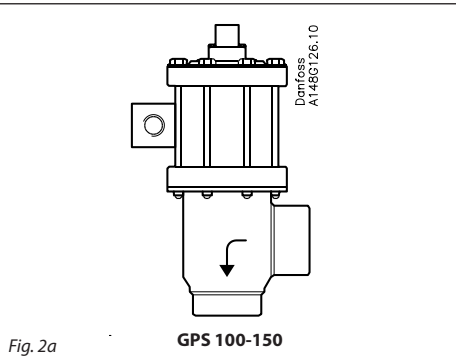
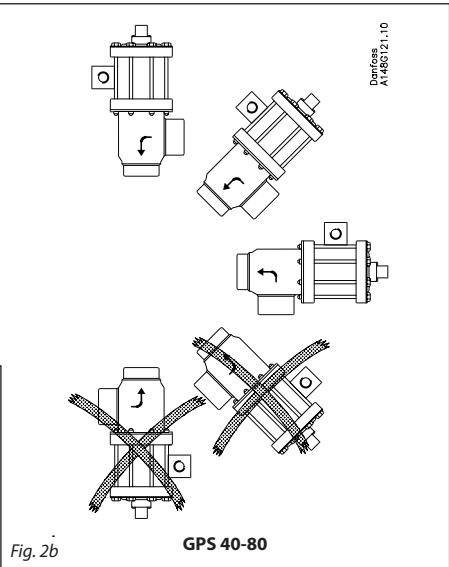

Fig. 2a
Fig. 2b
GPS valves in sizes DN 100 to DN 150 are always installed in vertical position fig. 2a.
GPS valves in other sizes are installed as shown in fig. 2b, i.e. in 90° from vertical position with pilot valve and side branch downwards. If there is welding slag and/or dirt in the system, it is strongly recommended to install strainers in connection with the GPS valve.
**IMPORTANT:** The flow direction must be from the side branch towards the cone (fig. 2a+2b).
GPS ventiler i størrelse DN 100 til DN 150 må kun monteres lodret fig. 2a. GPS ventiler i de øvrige størrelser monteres som vist i fig. 2b, d. v. s. i en position fra lodret til 90° fra lodret position med pilotventilen og sidestuds nedad. I rørsystemer med svejseprøjt og snavs anbefales det, at der installeres filtre i forbindelse med GPS ventilen. Der bør altid installeres filtre i rør, der leder til en magnetventil.
VIGTIGT: Strømningsretningen skal være fra sidestuds og ned mod keglen (fig. 2a+b).
Das GPS Ventil in Dimensionen DN 100 bis DN 150 muss nur in senkrechter Position installiert werden Fig. 2a. GPS Ventile in übrigen Dimensionen werden wie in Fig. 2b gezeigt montiert, d.h. in einer Position von senkrecht bis 90° von senkrechter Position mit dem Pilotventil und Seitenstutzen abwärts. In Rohrsystemen mit Schweißschlacken und Schmutz empfiehlt es sich, Filter im Anschluß an das GPS Ventil zu installieren. In Rohren, die zu einem Magnetventil führen, müssen immer Filter installiert werden.
WICHTIG: Die Strömungsrichtung wie auf der Zeichnung angegeben (Fig. 2a+2b) - d.h. von dem Seitenstutzen zum Kegel hinab.
Válvulas GPS en dimensiones DN 100 hasta DN 150 deben instalarse solamente en posición vertical (fig. 2a). Válvulas GPS en otras dimensiones se deben instalar como ilustrado en la fig. 2b, o sea en una posición entre vertical y 90° de tal posición con la válvula piloto y el racor lateral hacia abajo. En tuberías con escorias y suciedades de soldadura se recomienda la instalación de filtros en conexión con la válvula GPS. Siempre debe instalarse filtros en tubos que conducen a una válvula de accionamiento magnético.
IMPORTANTE: El Sentido de la corriente tiene que ser como indicado en el dibujo (fig. 2a+2b) o sea desde el racor lateral hacia el cono.